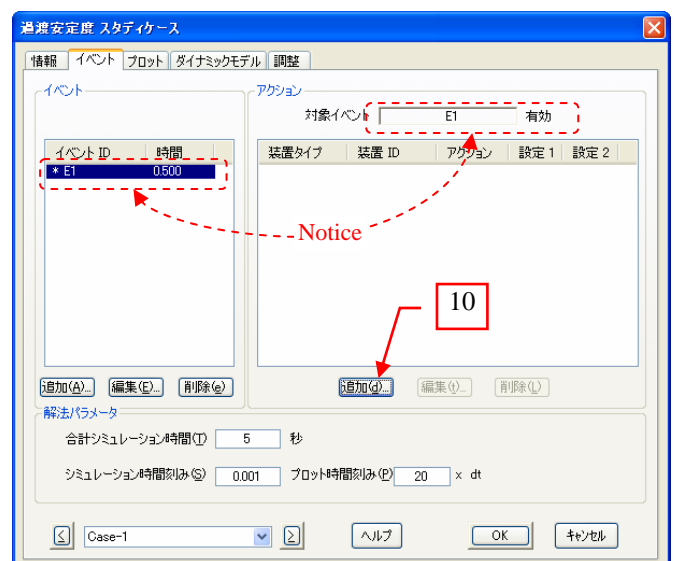

図 6
10. イベント ID “E1” をアクティブ(選択)にし、“イベント” ダイアログボックスの “アクション” のページの “追加” ボタンをクリックすると “アクションエディター” ダイアログボックスが表示されます。 図 6 参照